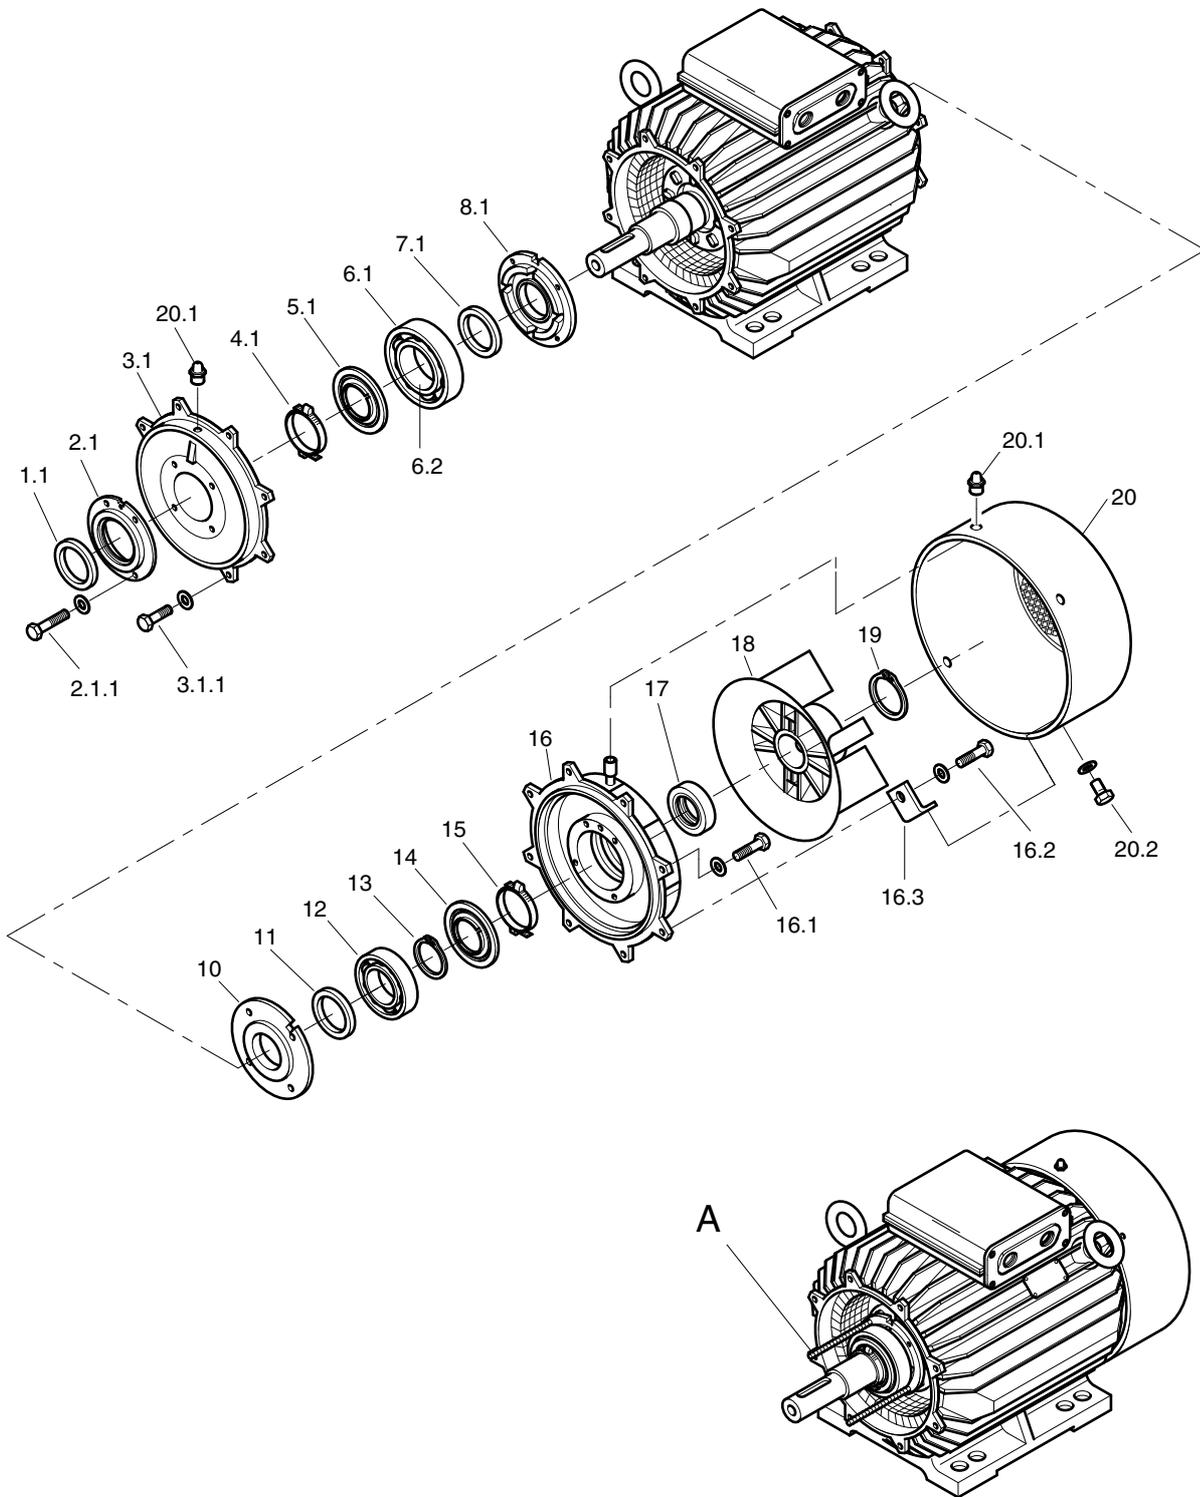

Figure 14: Changement de palier AH180 à AH315
5.5.3 Démontage des paliers à roulement à rouleaux côté entraînement (→ Fig. 14) (Pour les roulements à rouleaux côté opposé, voyez 5.5.1)
5.5.4 Montage des paliers à roulement à rouleaux côté entraînement (→ Fig. 14) (Pour les roulements à rouleaux côté opposé, voyez 5.5.2)